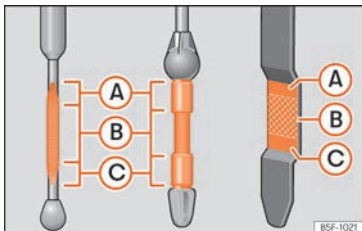

Abb. 282 Ölmesstab
- Den Messstab anschließend wieder herausziehen und den Ölstand ablesen »» Abb. 282. Füllen Sie gegebenenfalls Motoröl nach.
- Wenn der Ölstand mindestens den Bereich »» **Abb. 282 (B)** erreicht hat, vorsichtig den Deckel des Einfüllstutzens aufschrauben »» **!**
Liegt der Ölstand über dem Bereich »» **Abb. 282 (A)**, starten Sie den Motor bitte
Der Ölstand darf keinesfalls über dem Bereich »» **Abb. 282 (A)** stehen, andernfalls könnte Öl über die Entlüftung der Motorölwanne angesaugt werden und über die Abgasanlage in die Atmosphäre gelangen.